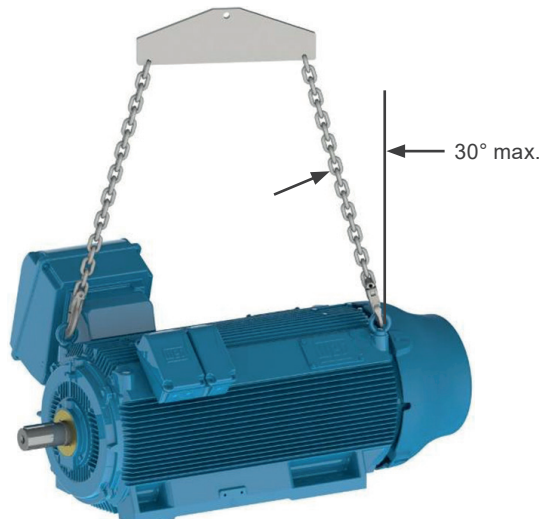

Figura 4.5: Ângulo máximo resultante para motores HGF, W40, W50 e W51 HD horizontais
- Para motores HGF, W40, W50 e W51 HD, conforme Figura 4.5 na página 171, o ângulo máximo resultante deve ser de 30° em relação ao eixo vertical.